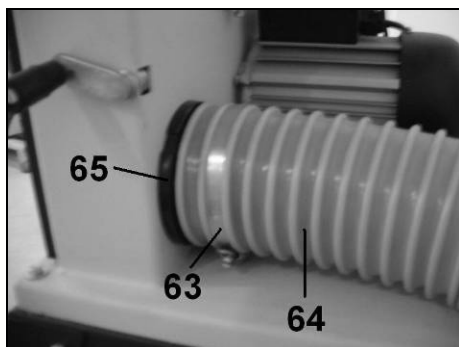

Fig 27
- Placez le deuxième collier (63) à l'autre extrémité du tuyau Ø100mm (64) (Fig 27).
- Emmanchez le tuyau (64) sur le manchon d'extraction de la machine (65), puis serrez le collier (63).